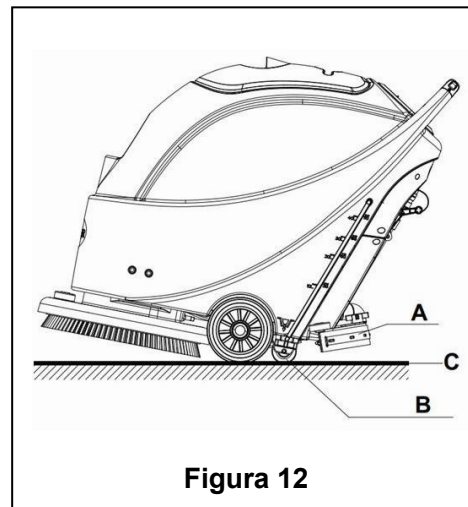

Figura 12
8. Eliberați butonul de siguranță (1) și rotiți peria /suportul de material și supapa cu solenoid.
9. Apăsăți butonul pompei de aspirare (42) la poziția "O" iar pompa de vid își va opri funcționarea după 5 secunde de întârziere.
10. Apăsăți butonul de control al debitului apei (44) la poziția "O" pentru a opri complet funcționarea supapei cu solenoid.
11. Apăsăți butonul de alimentare cu energie (41) la poziția "O".
12. Utilizați mânerul bară (14) pentru a ridica mopul.
13. Prindeți bine mânerul-bară (2) și dați ușor mașina către spate până ce roata de ghidaj (B) atinge podeaua. Vedeți Figura 12.